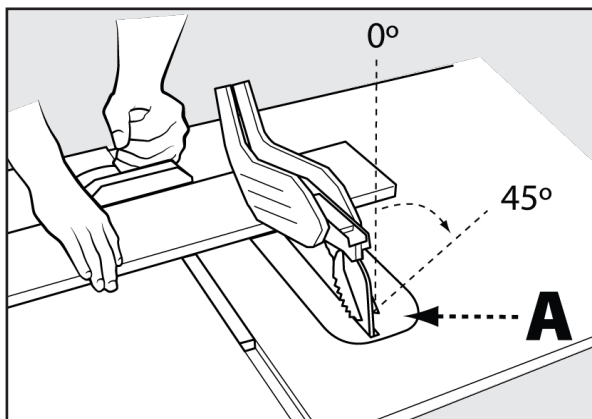

FIGURA 31
El corte transversal biselado es igual al corte transversal excepto que el ángulo de biselado (A) se ajusta a un ángulo distinto a 90°. Cuando realice un corte transversal biselado, coloque la galga de inglete en la ranura de inglete derecha de modo que la hoja se incline lejos de la galga y las manos. Vea la Figura 31